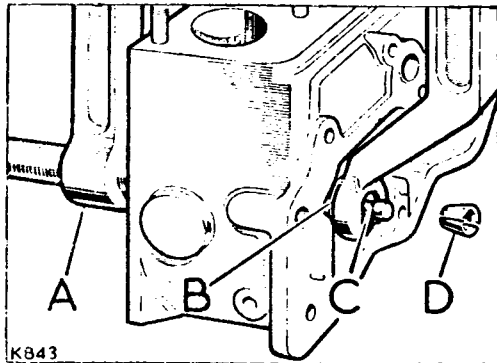

Fig. A4-78.- Desmontaje de válvulas.
2.1.- Utilizando el desmontaválvulas (A) (Fig. A4-78), extraer el conjunto de la válvula, muelle (B) y fiador (D).
- 6.3.- Montar los muelles y sus tapas y, utilizando el desmonta-válvulas (276102) comprimir aquellos y colocar los fiadores en su alojamiento de los vástagos. (Fig. A4-78).